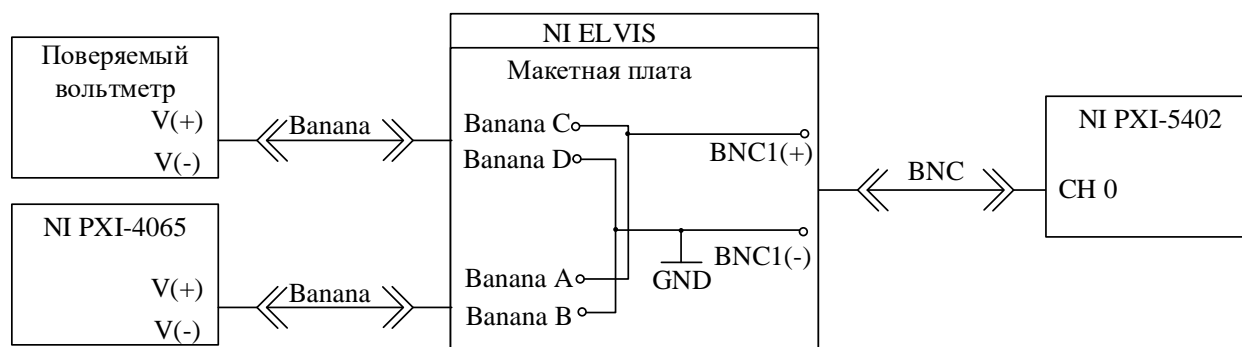

Рисунок 3 – Схема поверки вольтметра на переменном токе
2.3. Собрать схему поверки вольтметра на переменном токе (рис. 3), где в качестве источника напряжения переменного тока использовать генератор сигналов специальной формы NI PXI-5402. Действительное значение гармонического сигнала регулируется с помощью графической панели NI-FGEN Soft Front Panel.
3. Определение дополнительной погрешности от изменения частоты измеряемого напряжения с использованием схемы на рис. 3.